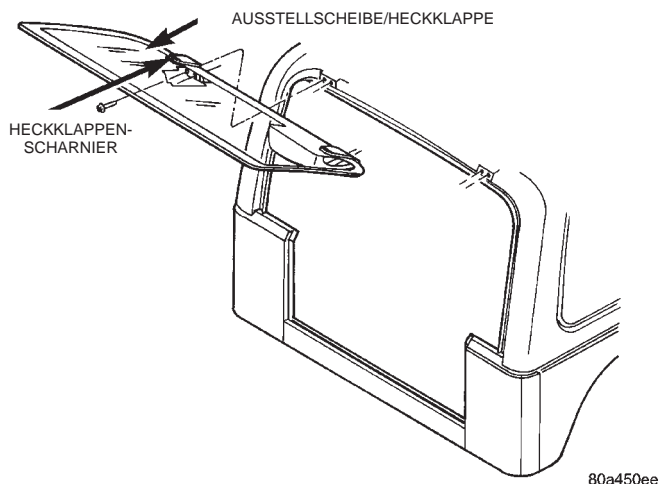

Abb. 77 Heckklappenscharnier
- (1) Heckklappe öffnen.
- (2) Ausstellscheibe der Heckklappe öffnen und abstützen.
- (3) Wischermotorabdeckung abbauen (nur rechtes Scharnier).
- (4) Haltemutter lösen, mit der das Heckklappenscharnier an der Ausstellscheibe der Heckklappe befestigt ist.
- (5) Lage des Scharniers am Hardtop markieren. Befestigungsschrauben lösen, mit denen das Scharnier am Hardtop befestigt ist (Abb. 77).